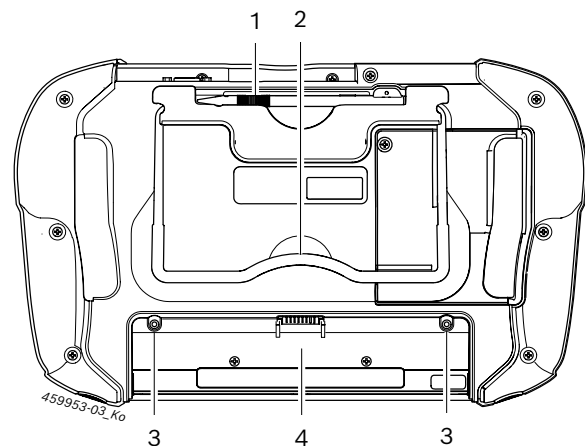

Fig. 3: KTS 350 Lato inferiore
➤ Introdurre la batteria ricaricabile nella sua sede e fissarla con le due viti situate sulla batteria stessa (v. fig. 3, pos. 3).